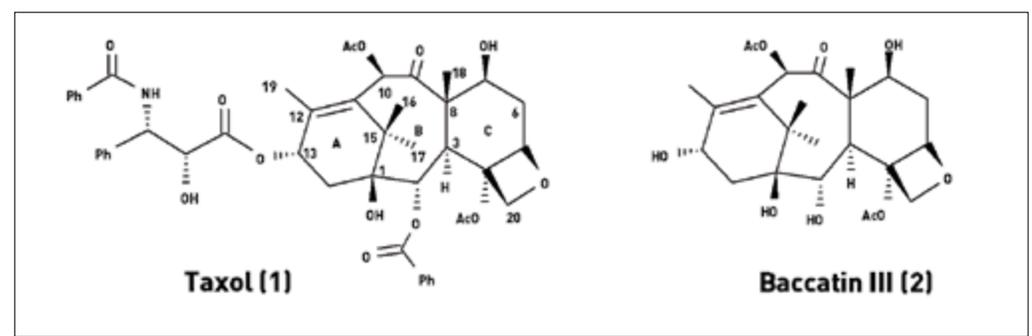

Abb. 1 Taxol und Baccatin III, aus dem Taxol halbsynthetisch gewonnen wird
M. E. Wall und M. C. Wani isolierten 1971 aus der Rinde das Taxol (1; Abb. 1) und zeigten, dass die Substanz bemerkenswerte zytotoxische Aktivitäten besitzt.